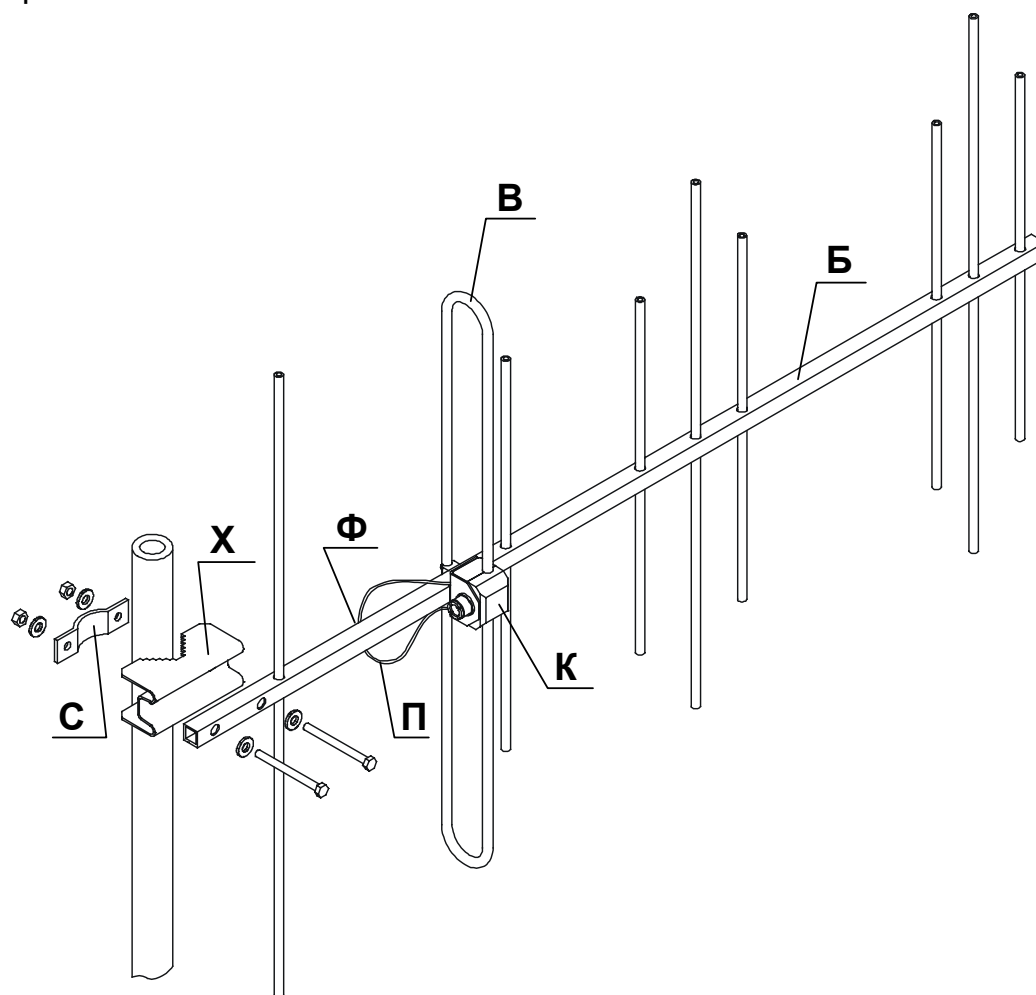

Рис. 4
- 1** Извлеките несущую балку **Б** с активным вибратором **В** из упаковки (см. рис. 4). В транспортном положении активный вибратор находится в нерабочем положении.
Установите активный вибратор перпендикулярно несущей балке так, как показано на рис. 4. Для этого понадобится на 2—3 оборота выкрутить крепящий его винт. При правильном расположении вибратора выступ на днище корпуса **К** симметрирующего устройства должен войти в отверстие несущей балки.
2 С помощью фиксатора **Ф** укрепите петлю **П** симметрирующего устройства (см. рис.4). Для этого ослабьте фиксатор, выкрутив на 3—4 оборота крепящий его винт. Заправьте кабель под изгиб фиксатора так, чтобы метка на кабеле находилась под изгибом фиксатора. Расположите фиксатор вдоль несущей балки и закрутите винт до упора. Следите за тем, чтобы при затяжке винта фиксатор не повредил кабель симметрирующей петли.
- 4** Соберите в соответствии с рис. 4 узел крепления антенны к мачте. В состав узла крепления входят хомут **Х**, скоба **С**, два болта М6×70мм и две гайки М6. Под шляпки болтов со стороны несущей балки антенны обязательно установите плоские шайбы, под гайки со стороны скобы — пружинные шайбы.
На рис. 4 для примера показан случай сборки узла крепления при вертикальной ориентации вибраторов антенны. Для горизонтальной ориентации вибраторов поверните антенну на 90° по отношению к положению, изображенному на рисунке, и соберите узел крепления. Обратите внимание, что корпус симметрирующего устройства при этом должен располагаться сверху.